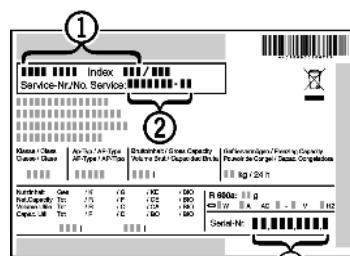

Fig. 20
- Считать обозначение устройства Fig. 20 (1), сервисный номер Fig. 20 (2) и серийный номер Fig. 20 (3) с заводской таблички. Заводская табличка находится внутри устройства слева.